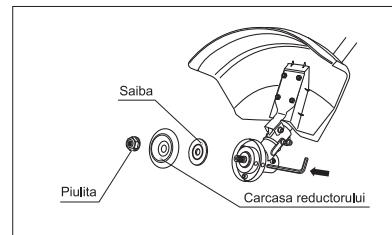

fig. 5
1. Aliniați orificiile din carcasa reductorului și șaiba pentru flanșă. Introduceți un știft metalic de blocare sau o cheie hexagonală din setul livrat în orificiile carcasei reductorului și șaibei pentru flanșă. Rotind piulița în sensul acelor de ceasornic, scoateți-o, scoateți și carcasa și șaiba de pe axul principal al reductorului (fig. 5).